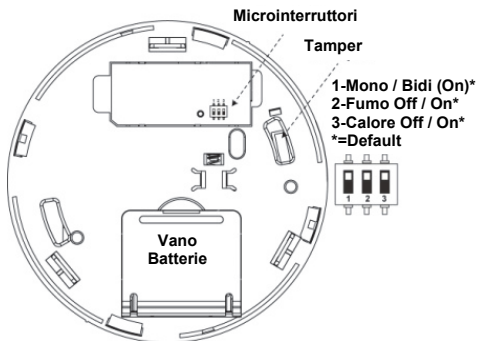

Figura 8: Vista posteriore, Tamper, vano batteria e microinterruttori
3. Aprire il vano batterie (vedi Figura 8).